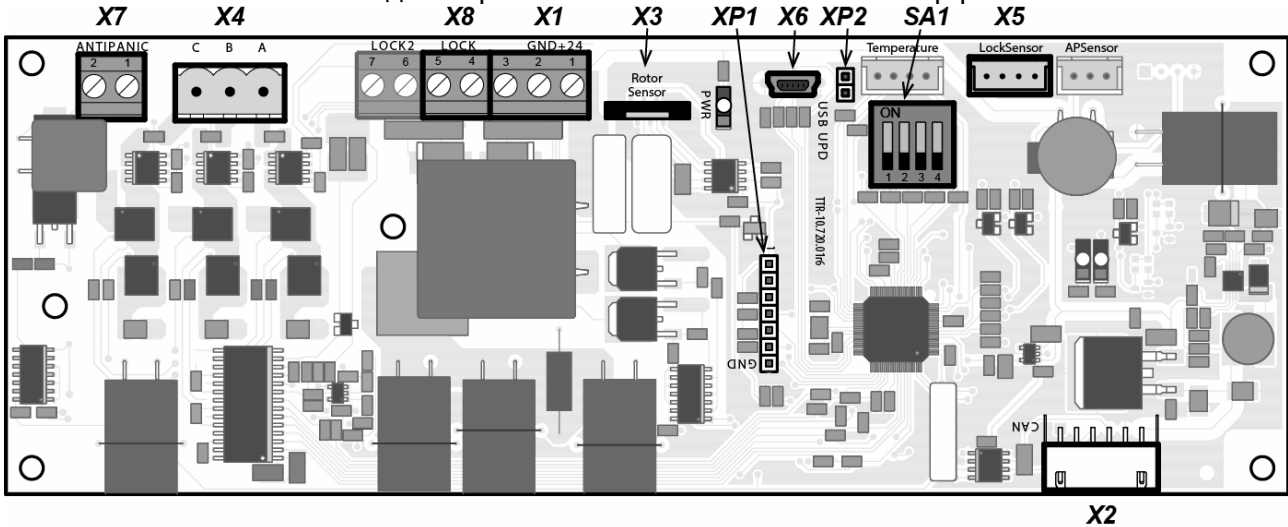

Рисунок 6. Внешний вид платы управления
К плате управления внутренней проводкой подключены все узлы механизма турникета. Также к ней внешним кабелем подключается источник питания турникета. Подключение должно соответствовать схеме электрических соединений, представленной на рис. 18. Внешний вид платы управления (9) показан на рис. 6.